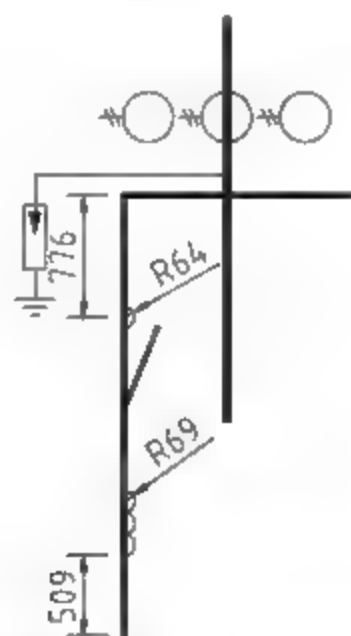

图9-102 绘制圆弧
**14** 调用A【圆弧】命令，结合【临时点捕捉】和【对象捕捉】功能，绘制图形；调用CO【复制】命令，复制圆弧，尺寸如图9-102所示。